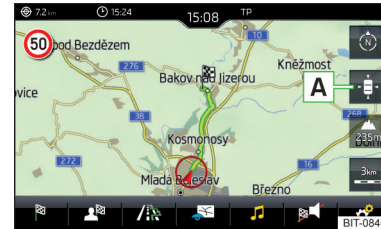

Abb. 178
► Zur **Kartenzentrierung** die Funktionsfläche **A** » Abb. 178 antippen.